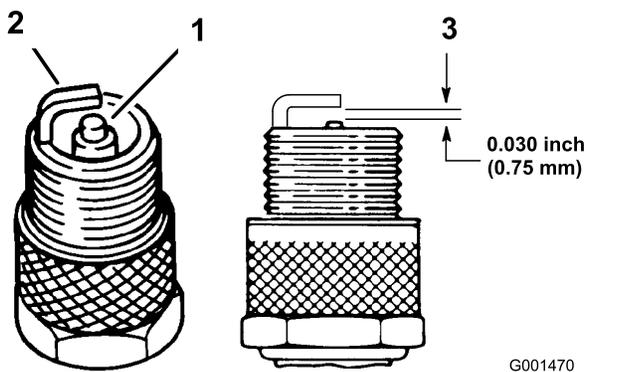

Рисунок 19
1. Осмотрите середину каждой свечи зажигания (Рисунок 19). Если на изоляторе замечен светло-коричневый или серый налет, то двигатель работает должным образом. Черный налет на изоляторе обычно означает, что загрязнен воздухоочиститель.
2. Проверьте зазор между центральным и боковым электродами (Рисунок 19). Если зазор неправильный, отогните боковой электрод (Рисунок 19).
3. Присоедините провода к свечам зажигания (Рисунок 19).